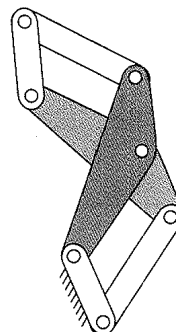

FIGURA P2-25 Problema 2-68
- 2-68 En la figura P2-25 se muestra un eslabonamiento de seis barras.